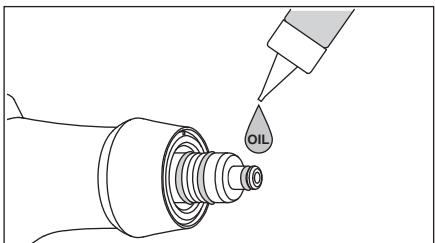

図 21
- 1) パウダーケースのOリング部、流量調整リング部を乾燥させ、付属のタービン用オイルを1滴たらし、指等でよくなじませます（図21、22）。